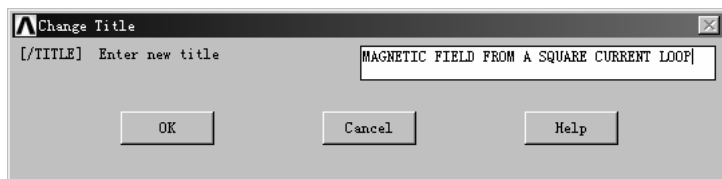

图 1-29 设定标题
(2) 设定标题。选择路径 Utility Menu → File → Change Title，弹出的对话框中输入“MAGNETIC FIELD FROM A SQUARE CURRENT LOOP”（图 1-29），单击“OK”按钮。